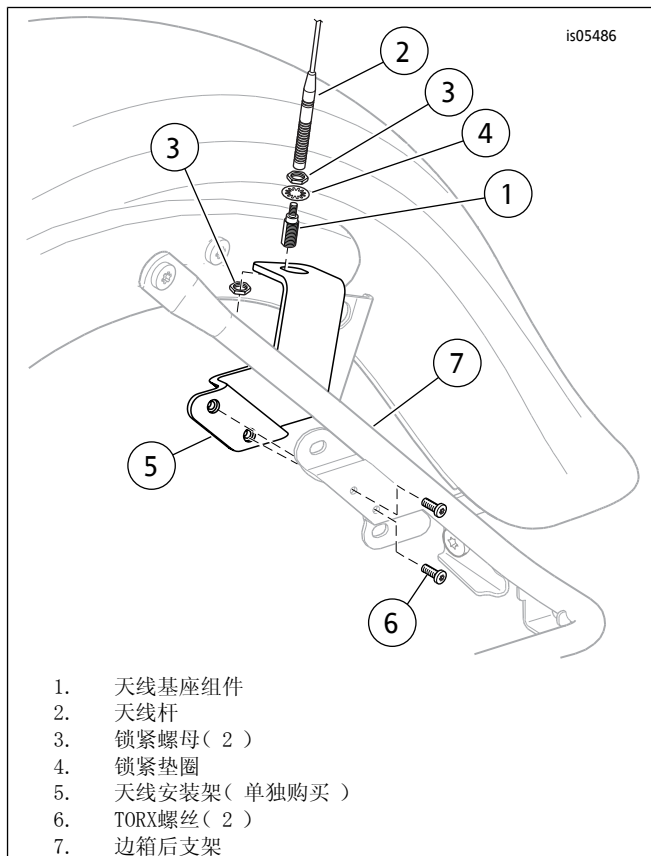

图2。天线安装架
- d. 参见图2。使用五金件( 之前拆下 )安装天线支架( 单独购买 )。